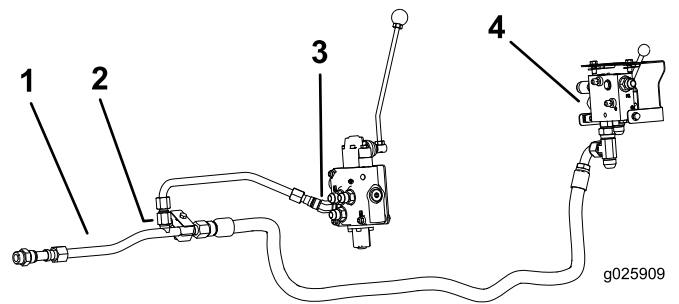

Figura 24
6. Conecte un tubo hidráulico desde la válvula de control de la Hydra Borer (conector T) hasta el tubo del radiador (Figura 24).
5. Retire el tapón del tubo del radiador (Figura 24).